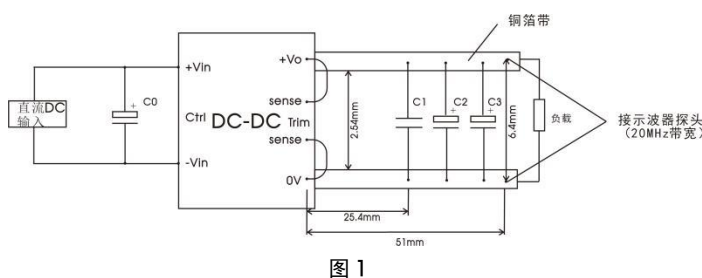

图 1
注: ①遥控脚(Ctrl)控制引脚的电压是相对于输入-Vin。 ②按 0%Io-100%Io 负载条件测试时, 48VDC 输出电压纹波&噪声≤400mV, 其他输出电压纹波&噪声≤300mV。纹波和噪声的测试方法参见图 1。
所有该系列的 DC/DC 转换器在出厂前, 都是按照下图 1 推荐的测试电路进行测试。